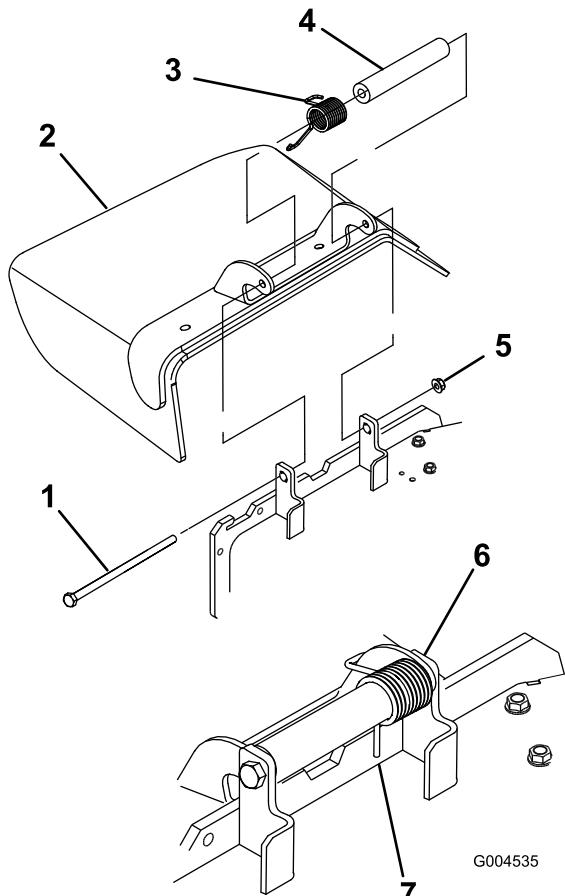

Figure 59
- Retirez le contre-écrou, le boulon, le ressort et l'entretoise qui fixent le déflecteur aux supports de pivot (Figure 59). Enlevez le déflecteur s'il est endommagé ou usé.
Remarque: L'extrémité du ressort doit être placée derrière le bord du plateau avant de mettre le boulon en place, comme indiqué à la Figure 59.
- Remettez le boulon et l'écrou. Accrochez l'extrémité du ressort au déflecteur d'herbe (Figure 59).